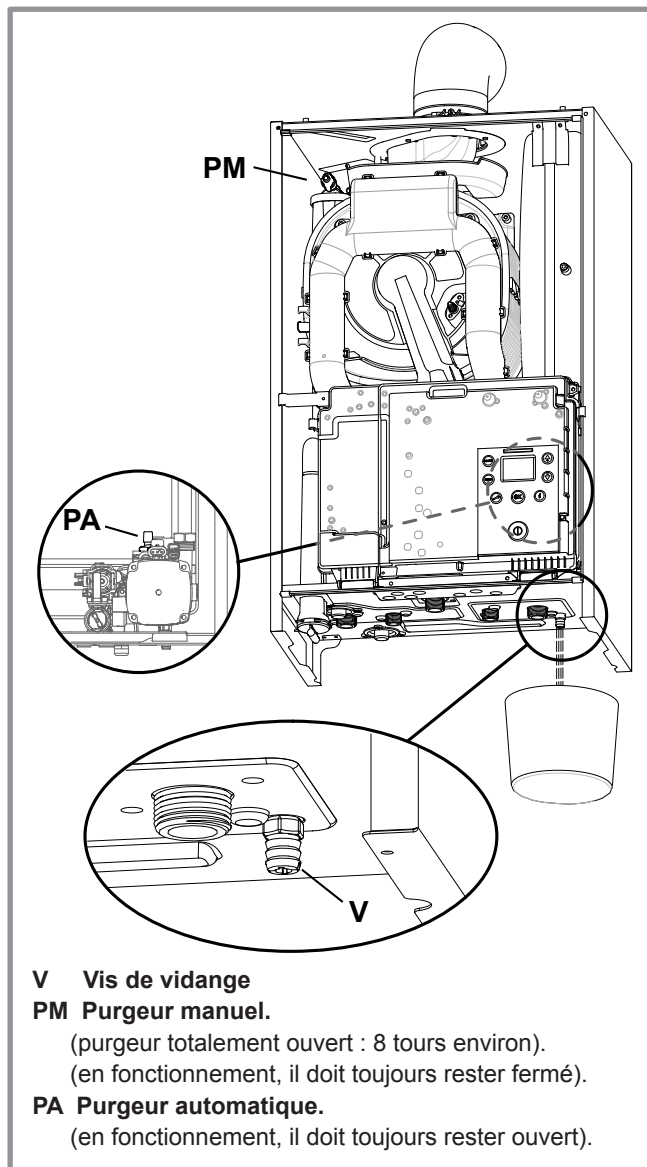

figure 31 - Purge et vidange de la chaudière
- Ouvrir le purgeur manuel (figure 31).